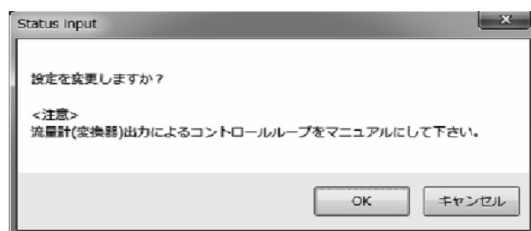

図56
- ⑥ 全ての設定が完了し、「OK」ボタンをクリックすると、メッセージボックス(図56)が表示されます。